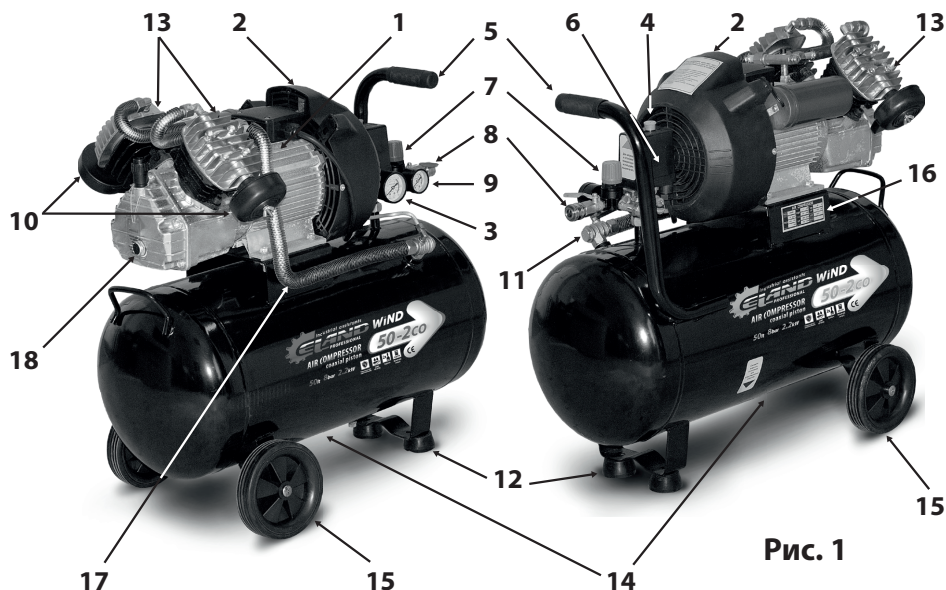

Рис. 1
- Блок поршневой (1) (См. Рис.1) – поршневая группа, одноступенчатая, одноцилиндровая, с воздушным охлаждением - предназначена для выработки сжатого воздуха.
- Ресивер (воздухосборник) (13) (См. Рис.1) служит для сбора сжатого воздуха, выравнивания пульсации воздуха, получающейся в результате возвратно-поступательного движения поршня компрессора, отделения конденсата и масла. Ресивер является также корпусом, на котором смонтированы узлы и детали компрессора.
- Ресивер имеет штуцера для установки реле давления (прессостата) (6), обратного клапана (11), крана слива конденсата, предохранительного клапана, а также кронштейны для установки платформы.
- Платформа предназначена для монтажа поршневого блока, электродвигателя, защитного кожуха (2).
- Электродвигатель предназначен для привода поршневого блока и компрессорной группы, и закрыт защитным кожухом (2) (См. Рис.1).
- Реле (прессостат) (6) служит для обеспечения работы компрессора в автоматическом режиме, поддержания давления в ресивере.
- Штуцер (8) с регулятором давления (6) предназначен для подачи воздуха потребителю.
- Обратный клапан (11) (См. Рис.1) обеспечивает подачу сжатого воздуха только в направлении от поршневого блока к ресиверу.
- Манометр (10) предназначен для контроля давления в ресивере.
- Блок управления компрессором включает в себя: манометр давления в ресивере (10); манометр давления на выходе (9); реле давления (прессостат) (6); регулятор давления на выходе (7); кнопку пуска (4); клапан предохранительный.
2. Убедитесь в том, что кнопка пуска (4) на реле давления (6) (См. Рис.1) находится в положении «Выключено». Вставьте вилку питающего электрического кабеля в соответствующую розетку.
3. Переведите кнопку пуска (4) на реле давления (6) (См. Рис.1) в положение «**Включено**».
5. Остановите компрессор, вновь нажав на кнопку пуска (4) (См. Рис.1).
6. Присоедините к раздаточному штуцеру (8) шланг компрессорного оборудования.